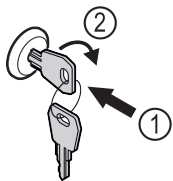

Fig. 120
- ▶ Įspauskite raktą Fig. 120 (1).
- ▶ Pasukite raktą 90° pagal laikrodžio rodyklę Fig. 120 (2).